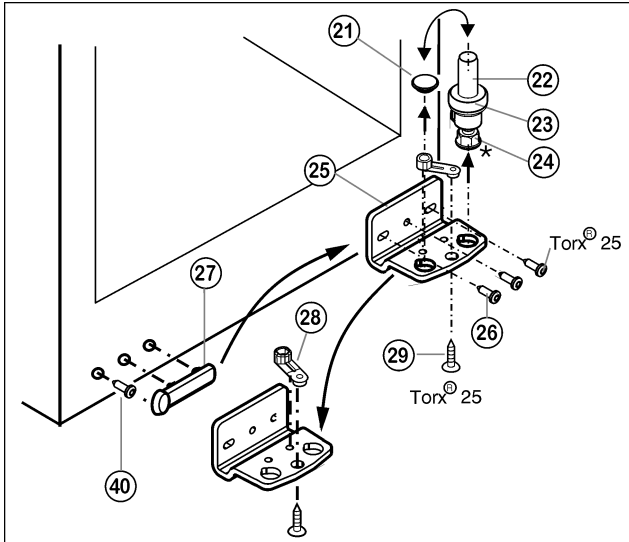

Fig. 5
- Извлеките опорный винт Fig. 5 (22) в комплекте с шайбой Fig. 5 (23) и регулируемой опорой* Fig. 5 (24), вытягивая его вверх.
- Снимите пробку Fig. 5 (21).
- Открутите Fig. 5 (26) опорный кронштейн Fig. 5 (25).
- Открутите Fig. 5 (29) опорную деталь Fig. 5 (28) и, переставив в отверстие на противоположной стороне опорного кронштейна, снова прикрутите.
- Осторожно снимите и переставьте на противоположную сторону крышку со стороны ручки Fig. 5 (27) и винт Fig. 5 (40).
- Снова прикрутите опорный кронштейн Fig. 5 (25) на новой стороне шарнира (с моментом 4 Нм). При необходимости используйте аккумуляторный шуруповерт.
- Переставьте пробку Fig. 5 (21) в свободное отверстие.
- Вновь установите опорный винт Fig. 5 (22) в комплекте с шайбой и регулируемой опорой*. При этом фиксатор должен быть направлен назад.
- Установите дверцу сверху на нижний опорный палец Fig. 5 (22).
- При необходимости выровняйте дверцы через два продольных паза в нижнем опорном кронштейне Fig. 5 (25) параллельно корпусу устройства. Для этого выкрутите средний винт.